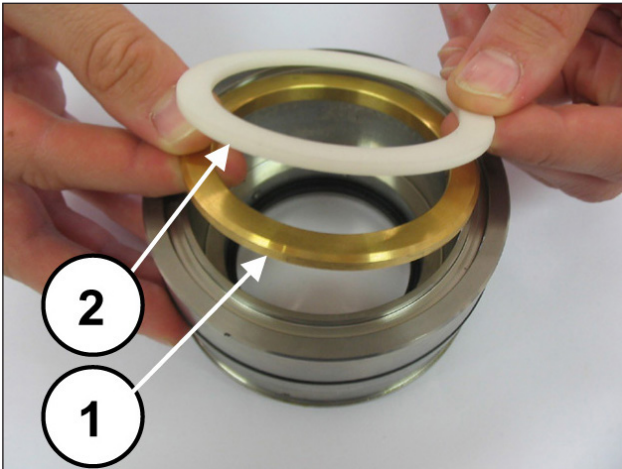
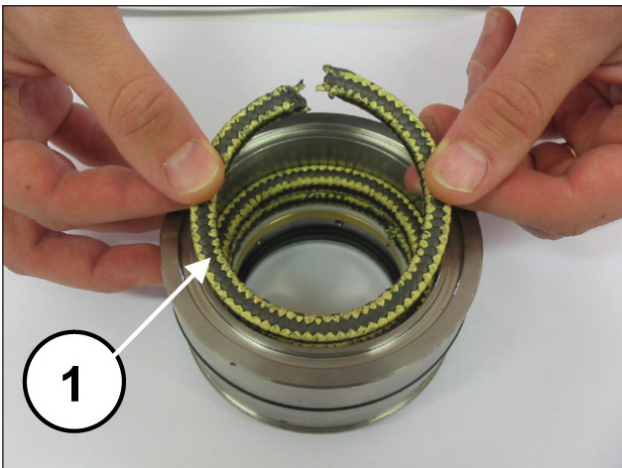
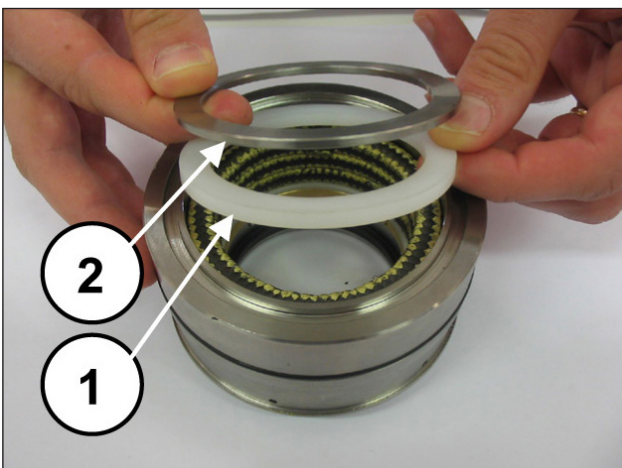

Abb. 201
Abb. 202
Abb. 203
Montieren Sie den Lagerring und den Stützring (Pos. ①②, Abb. 201) sowie die drei KC-Dichtringe. Achten Sie darauf, dass die Öffnungen im Winkel von 120° zueinander ausgerichtet sind (Pos. ①, Abb. 202). Montieren Sie ebenfalls den Abstreifring der KC-Dichtungen und den Federring (Pos. ①②, Abb. 203).